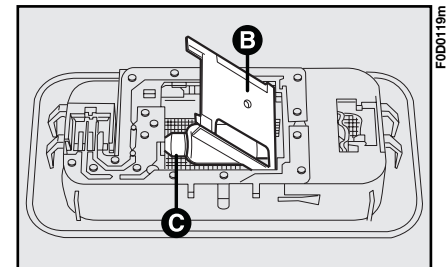

Abb. 32
2) Den Deckel **B**, **Abb. 32** anheben und die durchgebrannte Lampe herausnehmen.